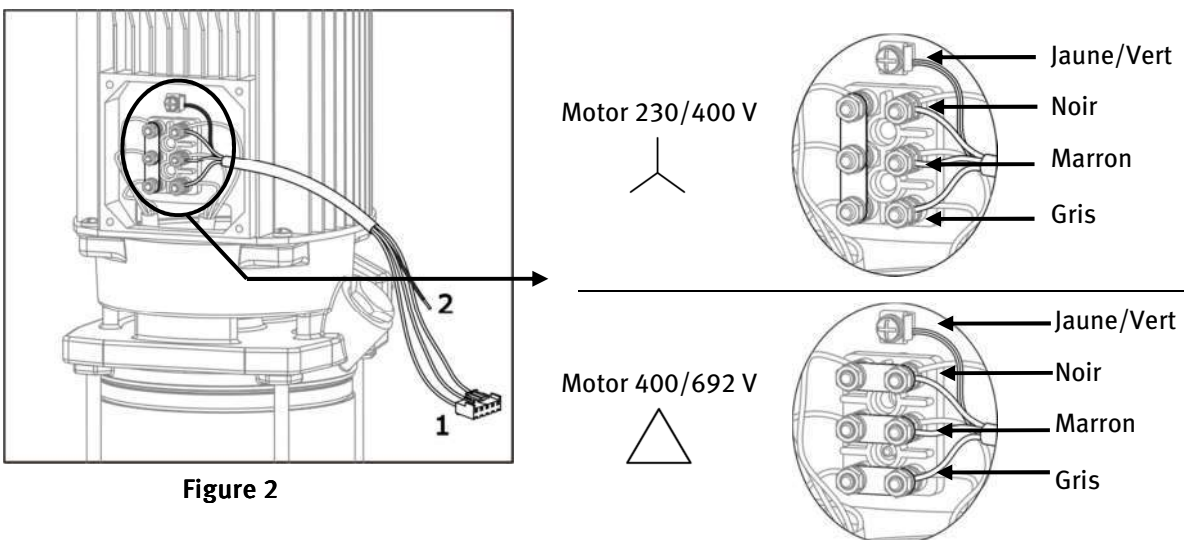

Figure 2
3.2.2) Variateur Speedrive à entrée triphasée (figure 2) :